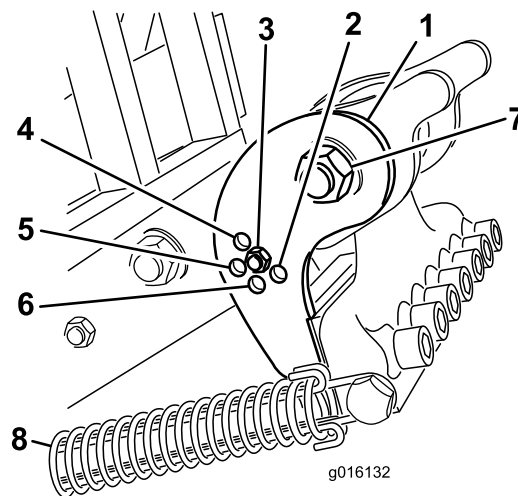

Figura 38
Impostate la staffa di inclinazione (Figura 38) nella posizione corretta, in funzione della lunghezza delle fustelle da utilizzare. Il punto di arresto della testa si imposta su una delle cinque posizioni predefinite, scegliendo il foro attraverso il quale viene imbullonata l'asta di regolazione. Questi fori sono predefiniti; ad esempio, utilizzando fustelle da 25,4 cm nella posizione da 30,48 cm si ottiene una finitura più leggera; dipende dall'applicazione.
3. Allentate la tensione della molla sulla testa delle fustelle (Figura 38).
4. Rimuovete il dado e il bullone presenti nei fori di regolazione della staffa di inclinazione (Figura 38).